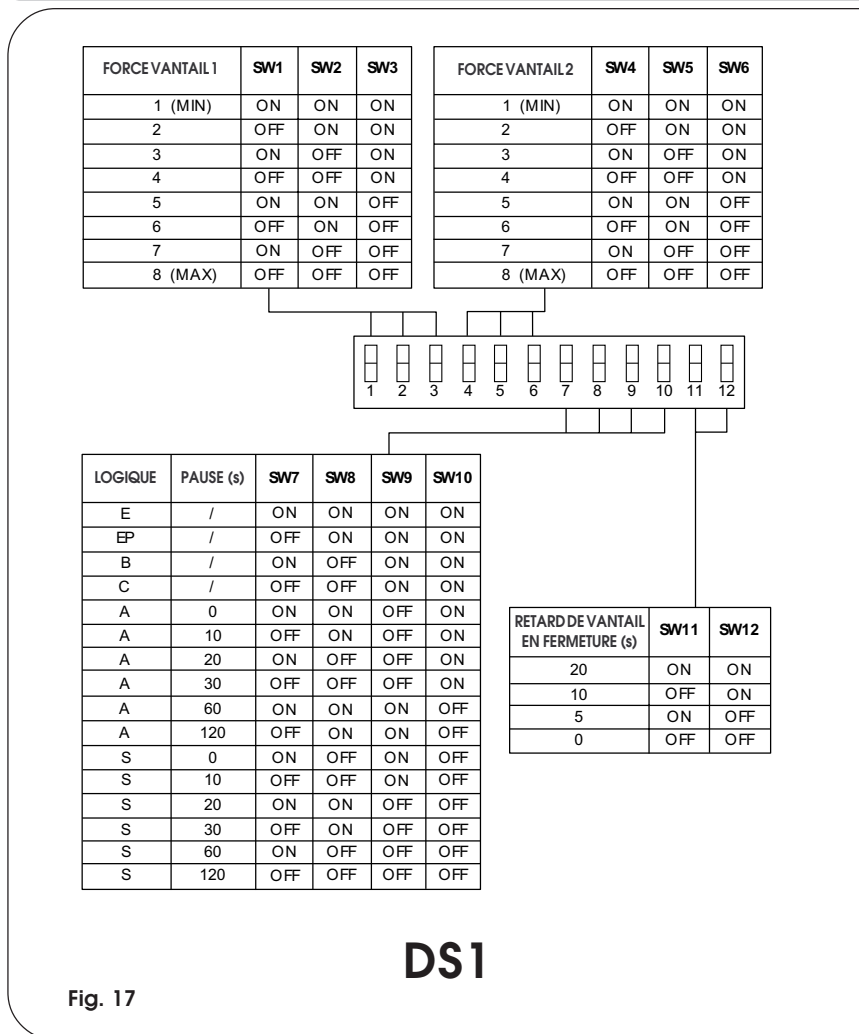
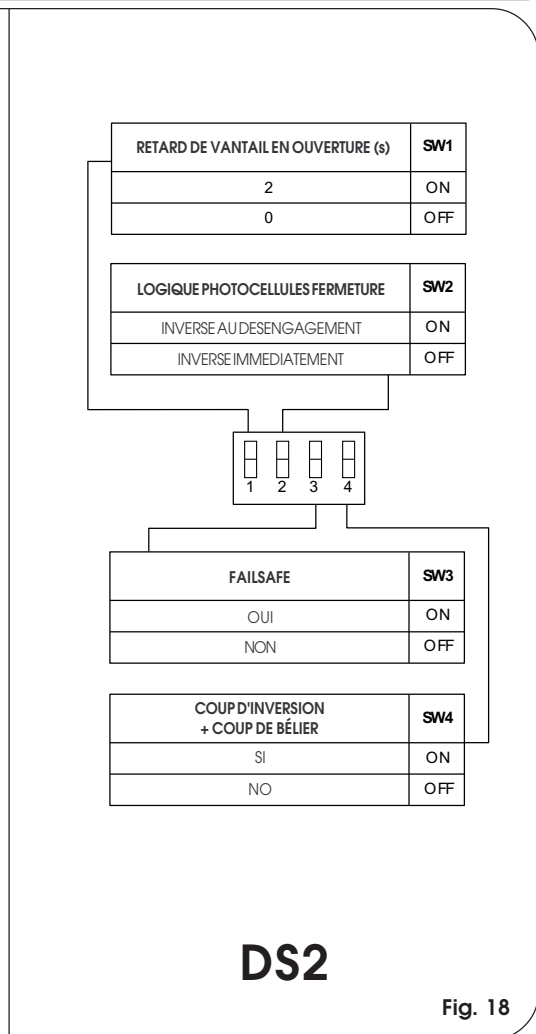

Fig. 17
Fig. 18
La platine est dotée de deux groupes de microinterrupteurs DS1 (fig. 17) et DS2 (fig.18) qui permettent de programmer les paramètres de fonctionnement du portail.
5.1. MICROINTERRUPTEURS DS1 (fig.17)
5.2. MICROINTERRUPTEURS DS2 (fig.18)